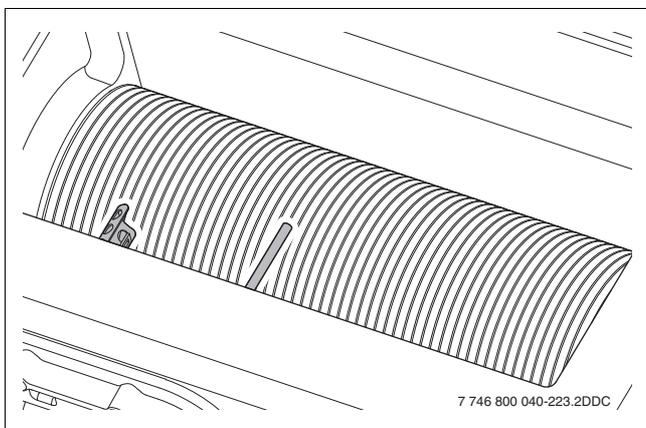
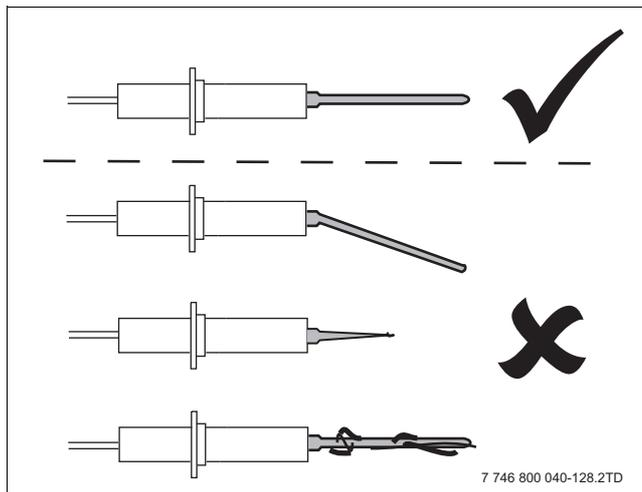
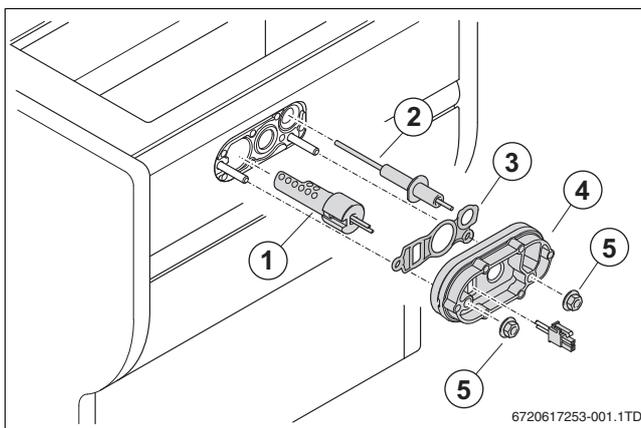

Fig. 68 Verificare l'unità di accensione
Fig. 69 Verificare elettrodo di controllo
Fig. 70 Accensione
- Verificare l'eventuale presenza di usura, danni o sporcizia (→ fig. 70) sulle singole parti separate dell'unità di accensione (→ fig. 68 e fig. 69).